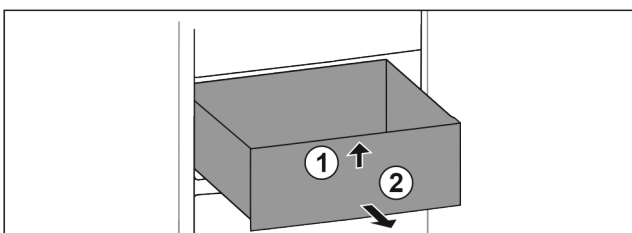

Fig. 70
- ▶ Lyft upp utdragslåda framtill. Fig. 70 (1)
- ▶ Ta ut utdragslåda genom att dra den framåt. Fig. 70 (2)